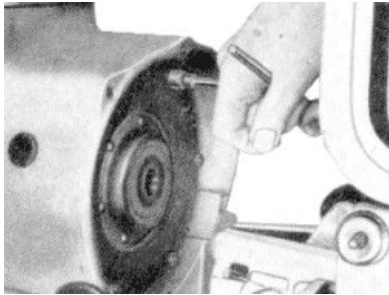

Bild 84. Kupplung ausbauen
2. Sechs Sechskantmuttern M 6 abschrauben (Bild 84).